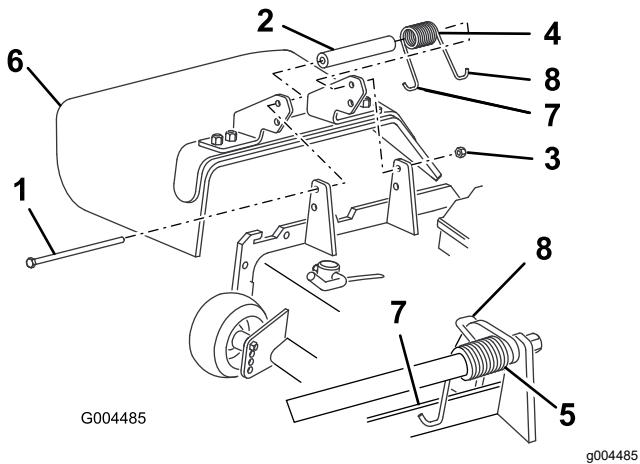

图 36
1. 卸下将折流板固定到枢轴支架的锁紧螺母、螺栓、弹簧和隔片图 36。拆下损坏或磨损的草折流板。
注意 确保弹簧的 L 端安装在滚刀组边缘的后面然后按图 36 所示安装螺栓。
3. 安装螺栓和螺母。将弹簧的 J 型钩吊钩端放在草折流板旁边图 36。